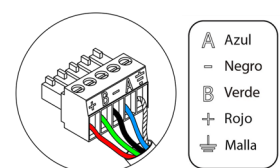

Fig. 116
Para la conexión al bus domótico de la central ③ dispone de 1 borna de 5 pines. Fije los cables con los tornillos de la borna respetando el código de colores (Fig. 116).